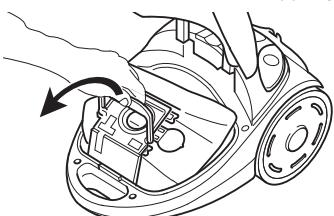

Abb. 19
3. Ziehen Sie den Staubbeutelhalter samt Staubfilterbeutel nach oben heraus (Abb. 19).